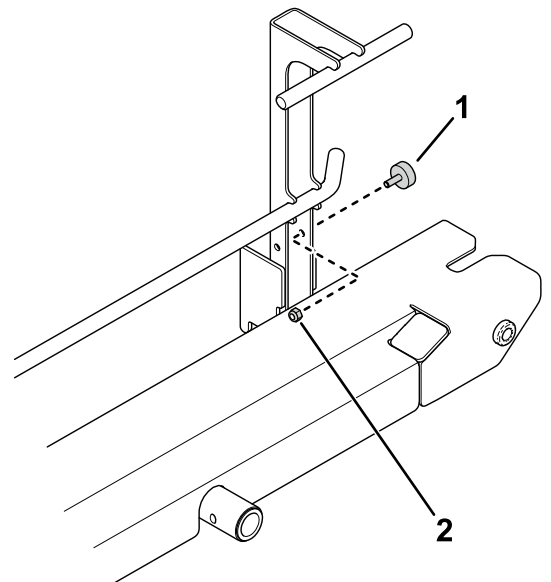

Figure 11
3. Fixez une butée sur la rampe avec un écrou (1/4") (Figure 11).